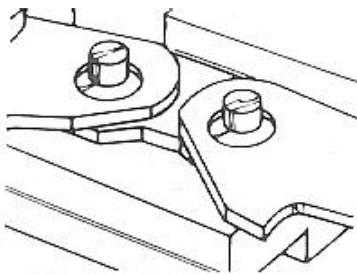

Рисунок 4.9
4.3.5.3 Собрать ремонтируемую цепь, набрав ведущие звенья на оси предварительно собранного соединительного звена, см. рисунок 4.9.